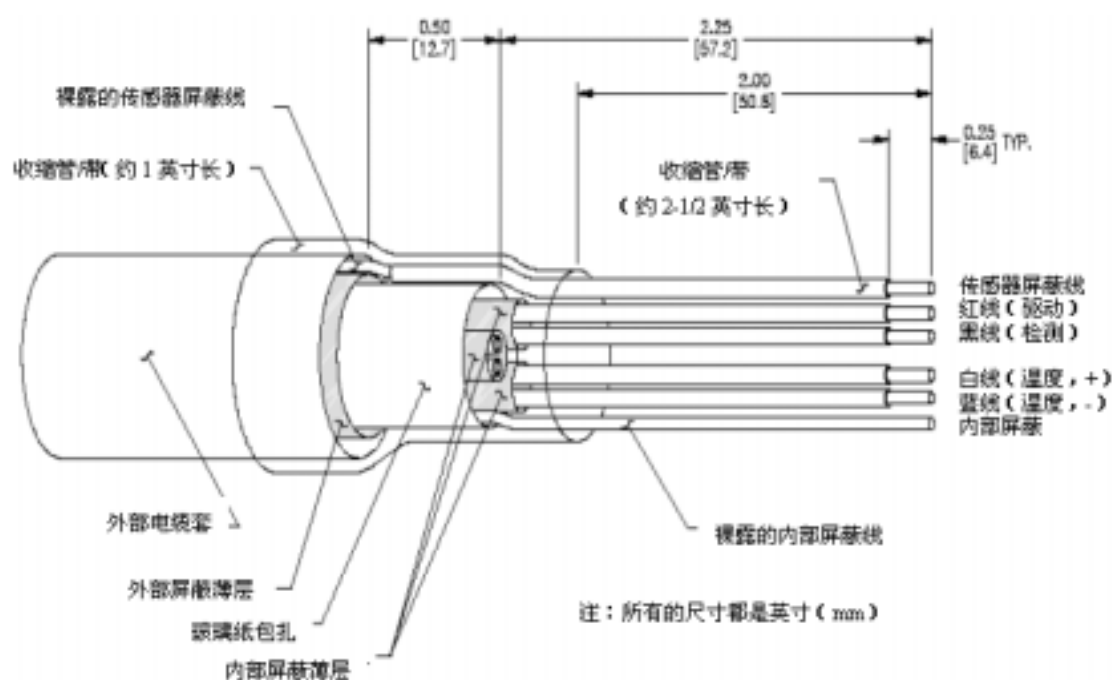

图 2-6 连接电缆接线端详图
要正确地进行连接电缆各线端的接线,参考图 2-6,按照下面这个流程进行:
5. 小心地定位 2-1/2 英寸长的收缩管或者胶带于裸露的传感器屏蔽线距离线端 1/4 英寸，如图 2-6 所示，将其与内部屏蔽线绝缘并区分开。这样做将使 1/4 英寸裸露的屏蔽线露出收缩管或者胶带，从而方便连接。
6. 小心地定位 1 英寸长的收缩管或者胶带于电缆上，如图 2-6 所示以保护全部的线。